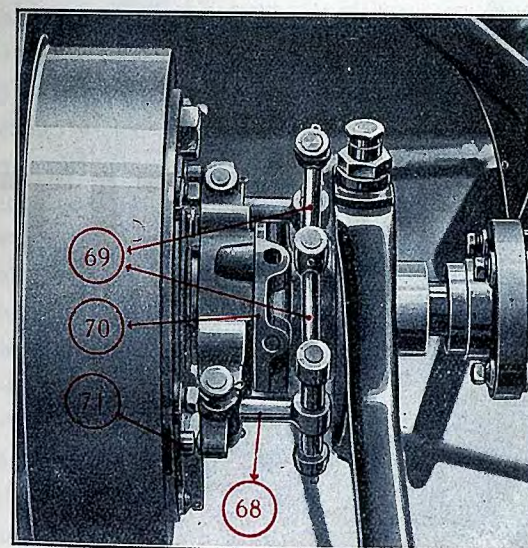

FIG. 14
dans l'un des trous de l'écrou une broche cylindrique de la grosseur du trou et appuyer en même temps sur la pédale pour maintenir débrayé; tourner ensuite vers la droite (on remarque une résistance pour démarrer car l'écrou est fixé dans sa position par un cran, on sentira également l'écrou se fixer dans le cran suivant). Ne faire qu'un seul cran à la fois et vérifier le réglage en laissant revenir la pédale en arrière. La bonne position de réglage est obtenue quand on sentira une légère résistance lorsque les biellettes de commande (69) arriveront dans le prolongement l'une de l'autre au point zéro (fig. 14),